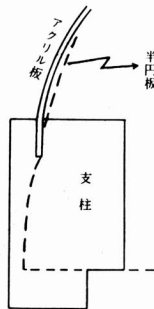

図 7
- ④ 図7, 8のように半円板に支柱を固定する。接合部は釘付け前に接着剤を塗付する。